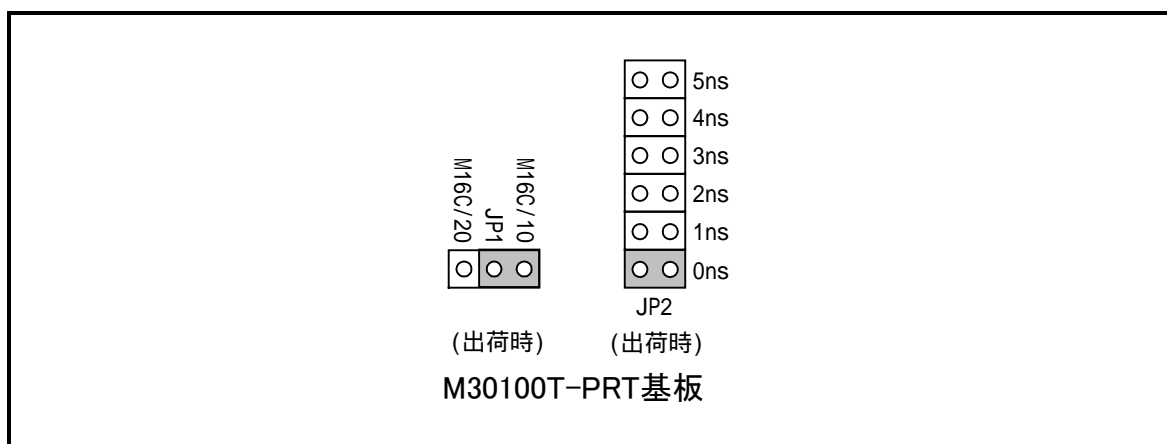

図 4.3 セルフチェック時のスイッチ設定 (=出荷時の設定)
- (1) エミュレーションポッド内のスイッチ設定を出荷時の設定(図 4.3)にしてください。ただし、ポッドプローブの指示するスイッチ設定がある場合は、その設定にしてください。
- (2) ターゲットシステムが接続されている場合は、ターゲットシステムを外してください。
- (3) 電源投入後、2 秒以内に PC4701 フロントパネルのシステムリセットスイッチを押し、メンテナンス用の特殊モードに切り替えます。
- (4) "SAFE"の LED が点滅開始するのを確認後、もう一度システムリセットスイッチを押してください。
- (5) セルフチェックを開始します。約 40 秒で正常終了表示されればセルフチェック終了です。
本製品内部のスイッチが出荷時の設定(図 4.3)になっているかご確認ください。ただし、ポッドプローブの指示するスイッチ設定がある場合は、その設定になっているかご確認ください。